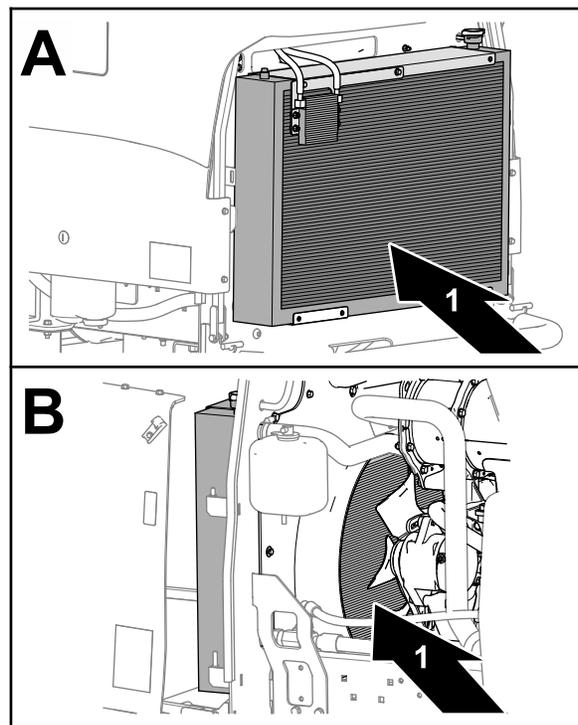

Figura 67
7. Pulite accuratamente entrambi i lati del radiatore e del refrigeratore dell'olio utilizzando aria compressa (Figura 67).